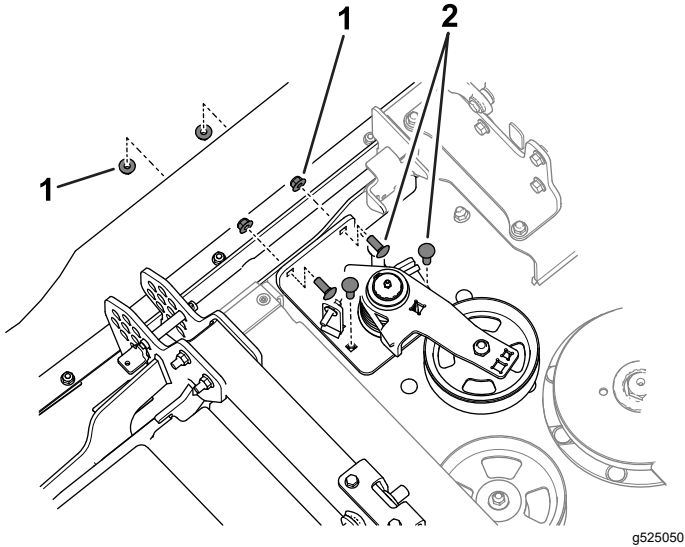

Figura 6
6. Utilice 2 pernos ($\frac{3}{8}$ " x 1"), 2 pernos de cuello cuadrado ($\frac{3}{8}$ " x $1\frac{1}{4}$ ") y 4 tuercas con arandela prensada ($\frac{3}{8}$ ") para fijar el conjunto tensor a la unidad de corte (Figura 6).